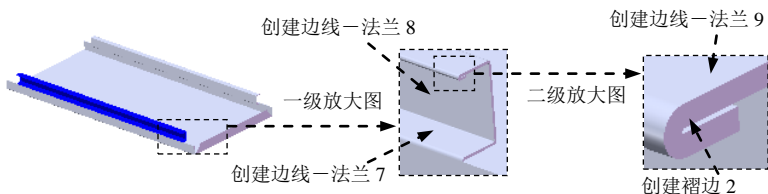

图 17.6.17 创建另一侧的边线法兰特征和褶皱边特征
Step9. 用同样的方法创建另一侧的边线—法兰 7、边线—法兰 8、边线—法兰 9 和褶皱边 2 (如图 17.6.17 所示), 详细操作步骤参见 Step5 ~Step8。